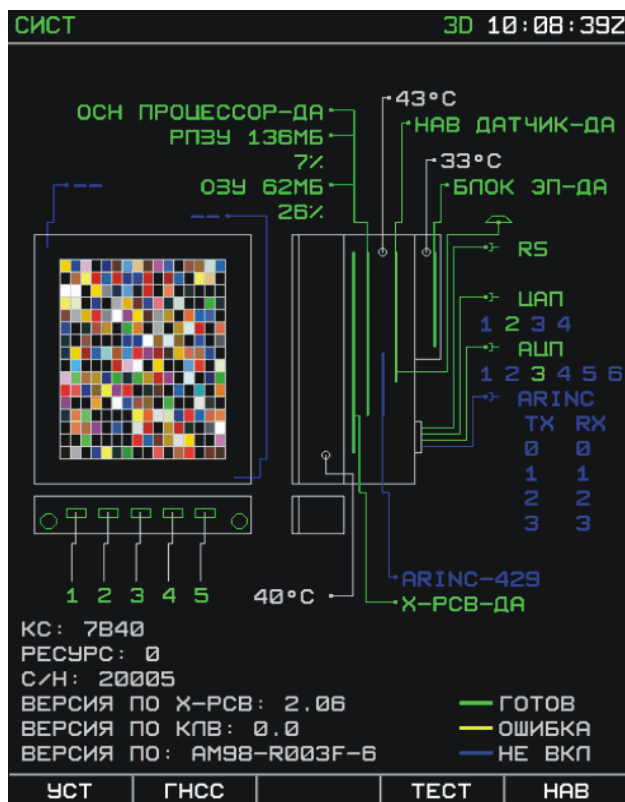

Рис. 10. Вид дисплея в режиме СИСТЕМА
3. Перейти на страницу **СИСТЕМА**, для чего нажать кнопку **СИСТ**, и проконтролировать результаты проверки работоспособности изделия встроенной тестовой программой (**Рис. 10**). Результаты теста отображаются цветами: **ЗЕЛЕНый** – ИСПРАВНО, **ЖЕЛТый** – ОШИБКА, **СИНИЙ** – УСТРОЙСТВО НЕ ВКЛЮЧЕНО.